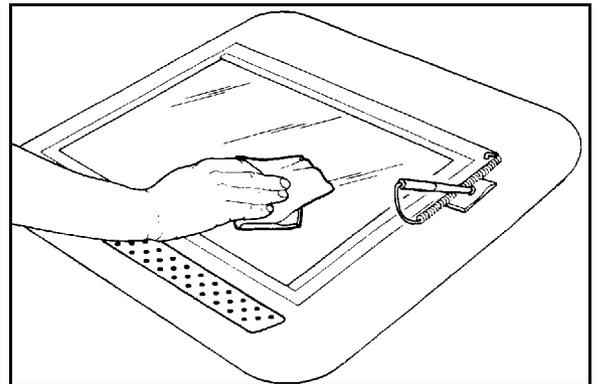

Fig. 6: Pulizia della superficie superiore della mascherina di plastica
- 4 Sfregare la superficie superiore della mascherina di plastica finché non è pulita e asciutta, come illustrato in Fig. 6.